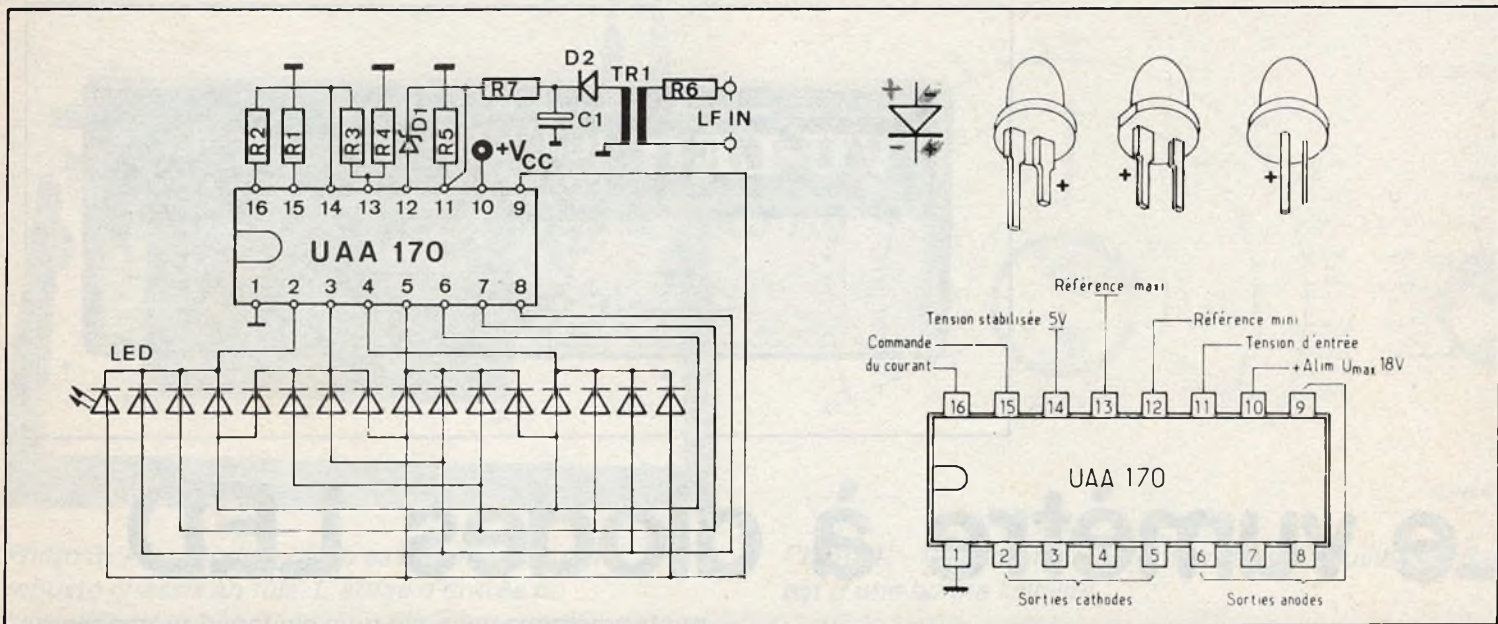

Fig. 2. et 3. – Schéma de principe général retenu par le constructeur et brochage des divers éléments constitutifs.
La figure 2 présente le schéma de principe général retenu par le constructeur. On dispose à l'entrée d'un transformateur analogue à celui des modulateurs de lumière. Les tensions BF sont détectées et appliquées à la borne (11) tension